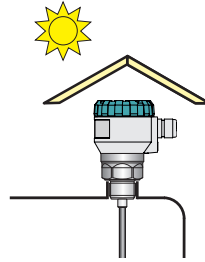

Abb. 10: Wetterschutz gegen direkte Sonneneinstrahlung
- Das Produkt darf nicht an Stellen mit direkter Sonneneinstrahlung installiert werden und ist vor Wettereinflüssen zu schützen. Verwenden Sie bei Installationen im Freien einen geeigneten Wetterschutz (Abb. 10).